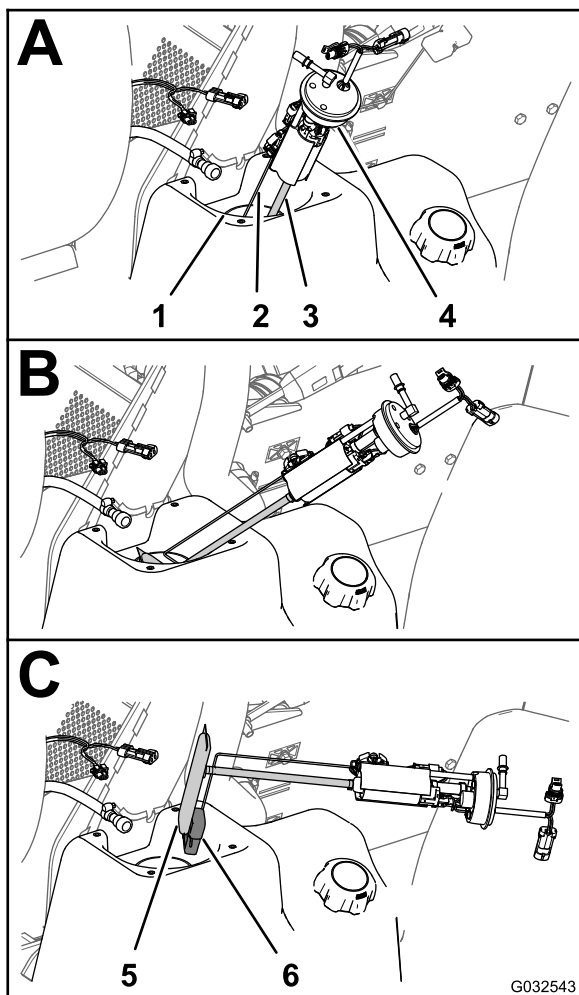
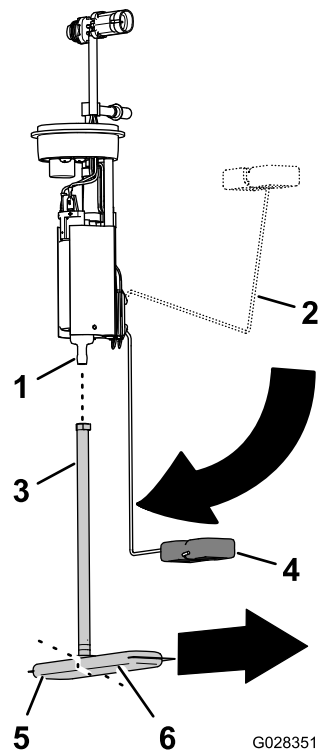

Figure 84
Figure 85
4. Soulevez et tournez avec précaution la pompe à carburant/transmetteur pour l'extraire du goulot du réservoir de carburant (Figure 84).
1. Détachez du raccord de la pompe à carburant le tube d'aspiration du filtre à carburant (Figure 85).
2. Alignez le tube d'aspiration du nouveau filtre à carburant et le raccord de la pompe à carburant (Figure 85).
3. Alignez la longue patte du filtre à carburant sur le flotteur quand le bras du flotteur à la position vide (Figure 85).
4. Insérez le raccord de la pompe à carburant dans le tube d'aspiration jusqu'à ce que le raccord soit parfaitement engagé (Figure 85).
1. Soutenez le bras de flotteur et le tube d'aspiration ensemble, et glissez le flotteur et le filtre à carburant dans l'ouverture du réservoir de carburant (Figure 84).
2. Insérez la pompe à carburant/transmetteur dans le goulot du réservoir (Figure 84 et Figure 85).
3. Placez l'écrou et le joint par dessus la pompe à carburant/transmetteur et sur le goulot du réservoir de carburant, et serrez l'écrou à la main (Figure 84).
4. Branchez le raccord du flexible de carburant au raccord de la pompe à carburant (Figure 84).
5. Rebranchez le connecteur à 2 douilles du faisceau de la machine au connecteur à 2 broches de la pompe à carburant/transmetteur; rebranchez le connecteur à 2 broches du faisceau de la machine au connecteur à 2 broches de la pompe à carburant/transmetteur (Figure 84).